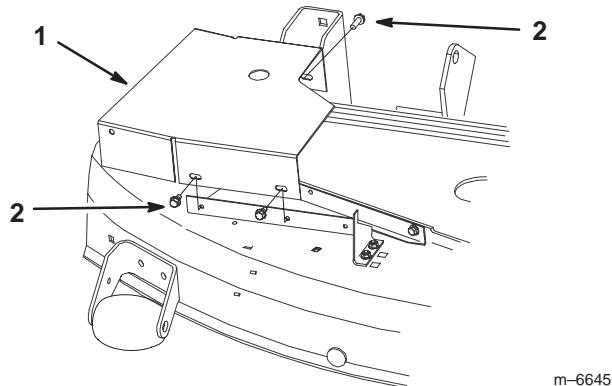

Figure 22
2. Montez le couvercle, sans le serrer, sur le haut du plateau de coupe avec 3 vis à collarette (1/4 x 1/2 pouce) (Fig. 22).